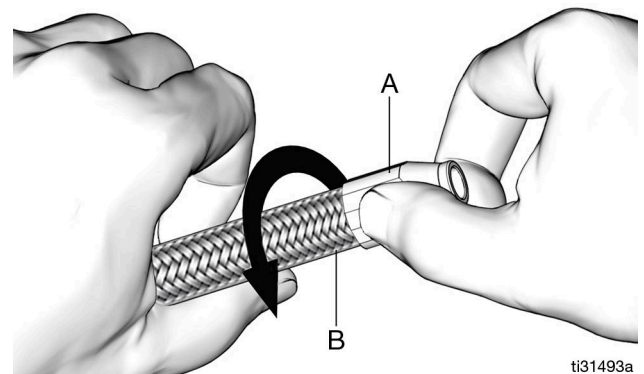

FIG. 65
4. Deslice el casquillo (a) sobre el extremo cortado de la manguera (b). Apriete el casquillo a mano girándolo en sentido contrario a las agujas del reloj en la manguera (FIG. 65).